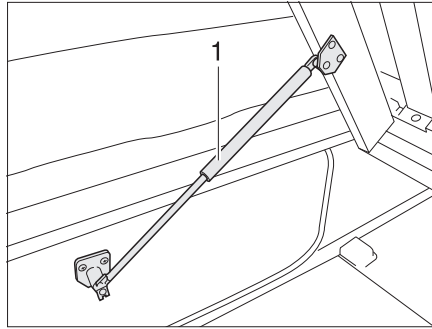

Bild 141 Festes Bett
- Lattenrost anheben. Die Gasdruck-Federn (Bild 141,1) halten den Lattenrost in geöffneter Stellung.